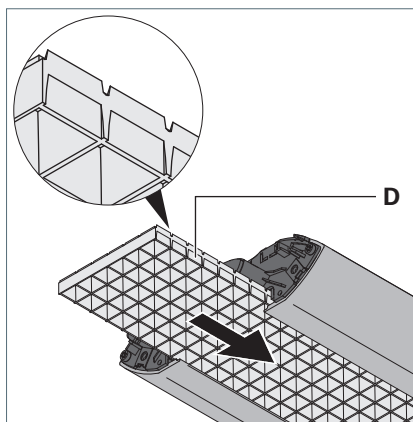

Fig. 20: Insérer la grille parabolique.
- Lorsque le luminaire est équipé d'une grille parabolique **D** : glissez la grille parabolique de nouveau dans le luminaire et assurez-vous que les traverses étroites pointent en direction de sortie de la lumière, voir Fig. 20.